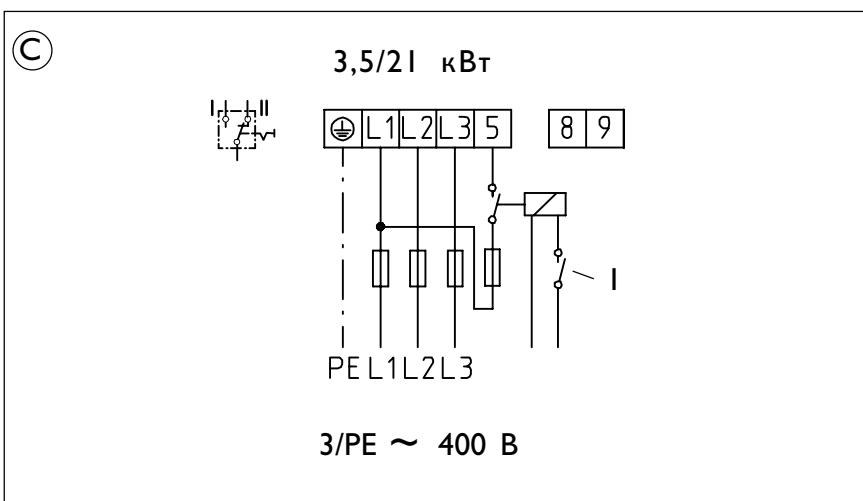

Рис. 13
**Режим однотарифный****(C) Измерение с помощью одного счетчика, рис. 13**